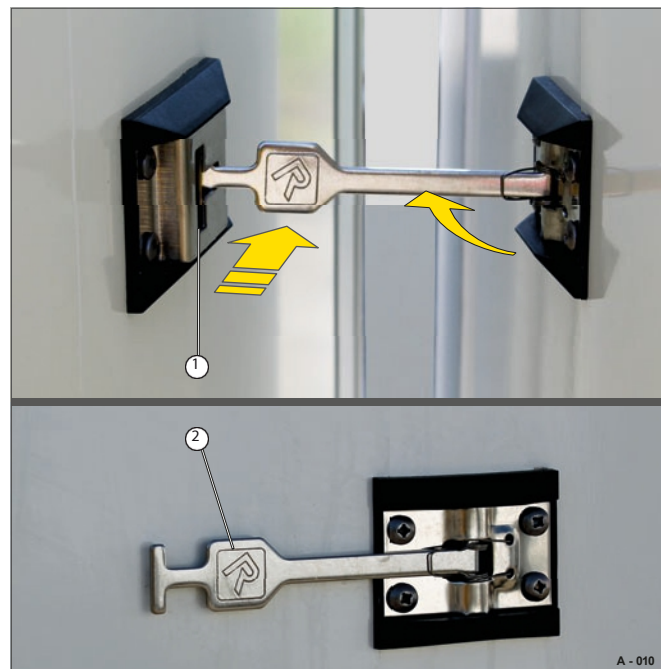

Fig. 10 Fäst med dörrhållare
- Håll fast dörrbladet och för långsamt in låsspaken (Fig. 10/2) i låshylsan (Fig. 10/1) så långt det går. Dörrhållaren är fastkrokad. Dörrbladet är säkrat mot att smälla igen.